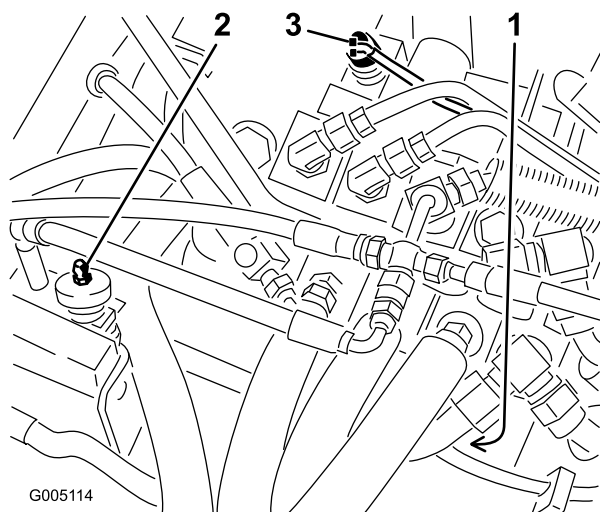

Figura 39
2. Rimuovete la guaina dal terminale del pulsante del microinterruttore del sedile (Figura 39) e conservatela per l'installazione sul microinterruttore di ricambio. Scollegate i connettori del microinterruttore.
2. Scollegate i connettori del microinterruttore della trazione, installato nel coperchio del distributore sulla valvola selettiva (Figura 39).
2. Scollegate i connettori dai terminali del microinterruttore di tosatura/sollevamento installato nel coperchio del distributore (Figura 39).